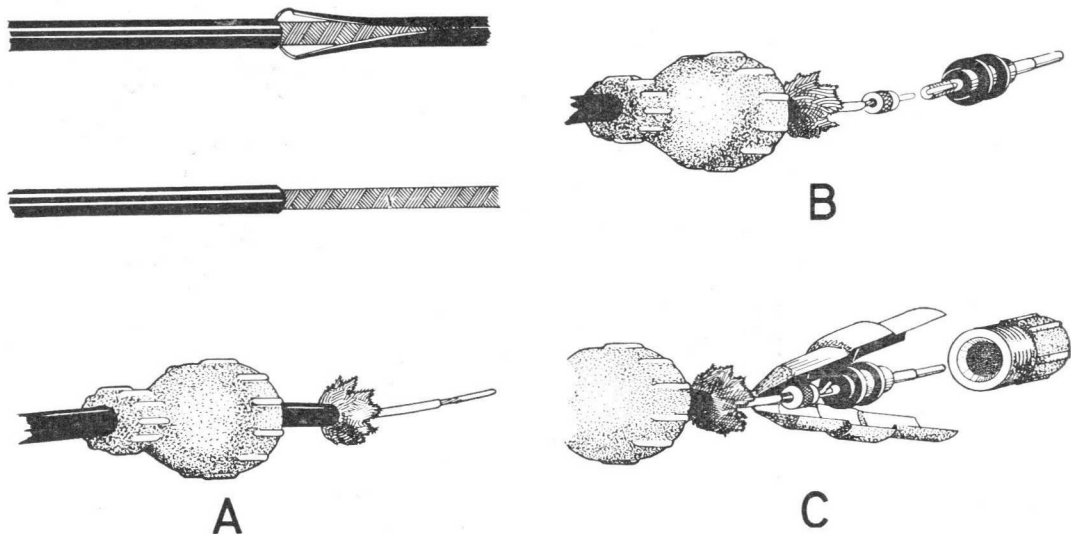

Figure 7.— Préparation du câble coaxial
Se référer maintenant aux figures 7 et 8 pour procéder à la préparation des câbles de mesure.
- () Prendre le câble coaxial en se guidant sur la figure 7. Réaliser une découpe circulaire et une autre en longueur de l'isolant extérieur sur une longueur de 30 mm à partir de l'extrémité (une lame de rasoir constitue l'outil idéal pour ces opérations). Une fois retirée la gaine isolante, faire passer le conducteur par l'intérieur du capot du connecteur coaxial; écartier la tresse métallique et dénuder le conducteur central sur 10 mm, il faut ensuite l'étamer. La figure 7A montre comment doit être préparé le câble coaxial.